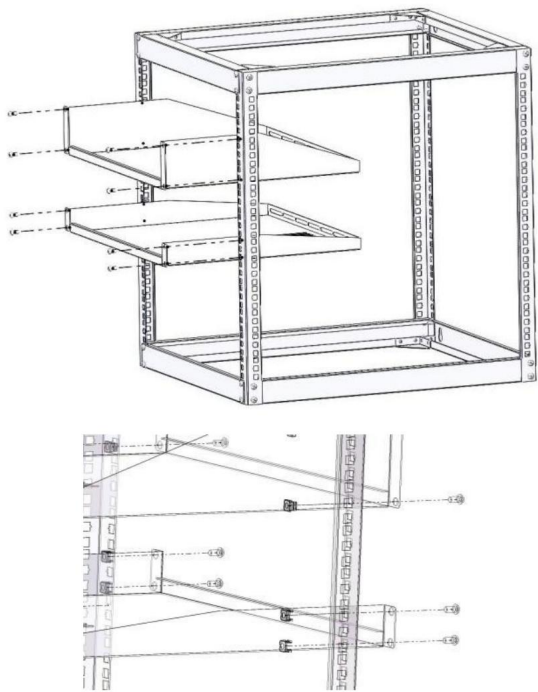

Figura 3
3. Coloque el palé superior (2U) (6) y el palé inferior (1U) (7) en el rack. Asegure con las 8 tuercas enjauladas M6 (9) y los 8 tornillos de cabeza cruzada M6*12 (10). (Figura 3).